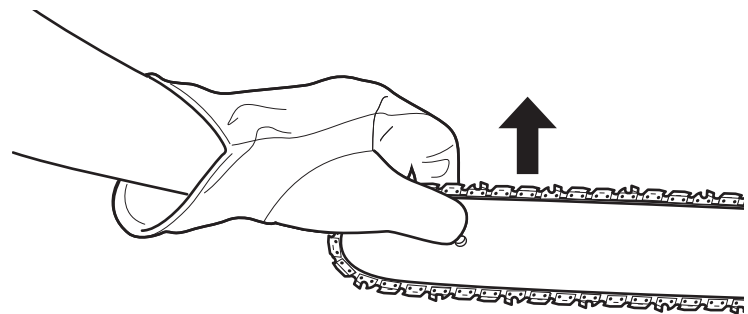
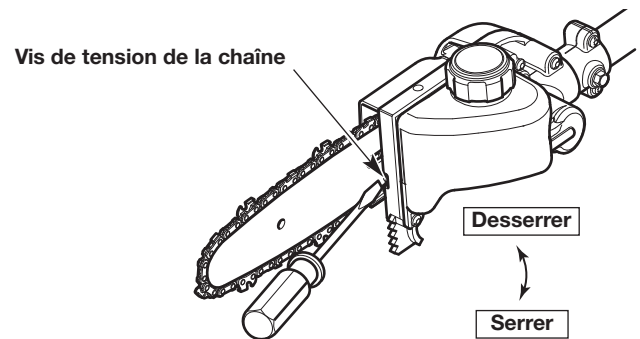

Fig. 19
Fig. 20
2. Tenez la pointe de la tige de guidage (Fig. 19) et utilisez un tournevis à tête plate pour visser la vis de tension de chaîne (Fig. 20).